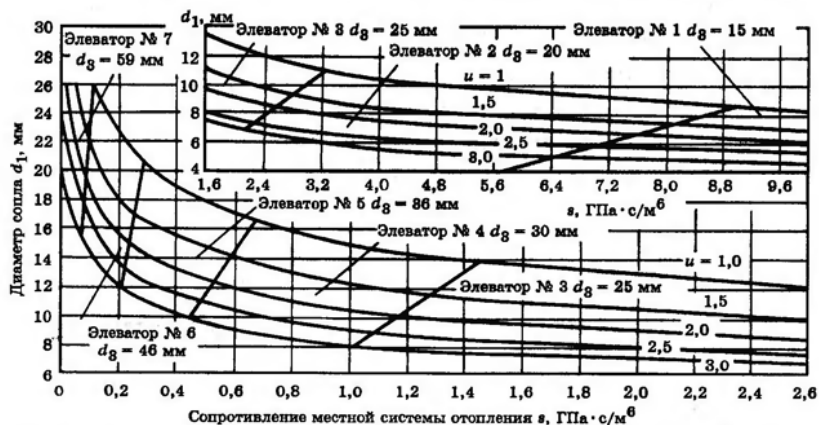

Рисунок 9.5. Номограмма для выбора элеватора
- При установленном флажке **Корректировать номер элеватора**, оптимальный номер элеватора подбирается по следующей номограмме. (Рисунок 9.5, «Номограмма для выбора элеватора»). Подробнее смотрите раздел Раздел 24.4, «Расчёт элеваторного узла и дросселирующих устройств».